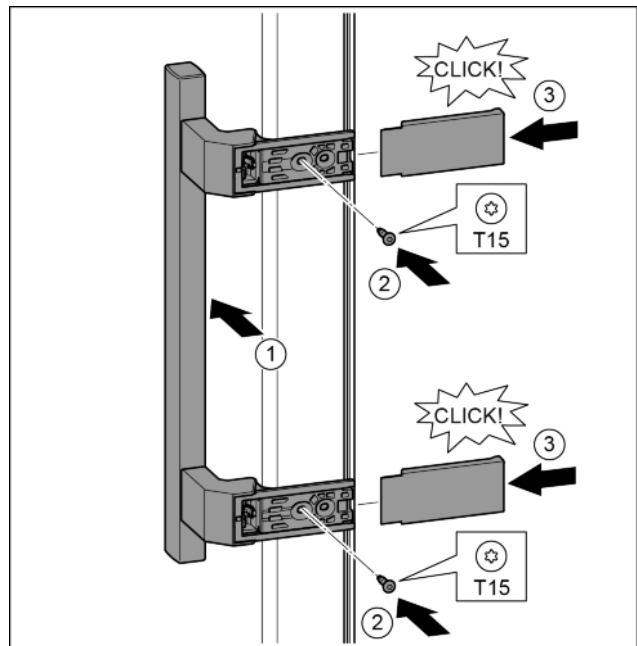

Fig. 17
- ▶ Aplicați mânerul pe partea opusă. Fig. 17 (1)
- ▶ Înșurubați ferm șuruburile cu șurubelnița T15. Fig. 17 (2)
- ▶ Aplicați și împingeți capacele laterale. Fig. 17 (3)